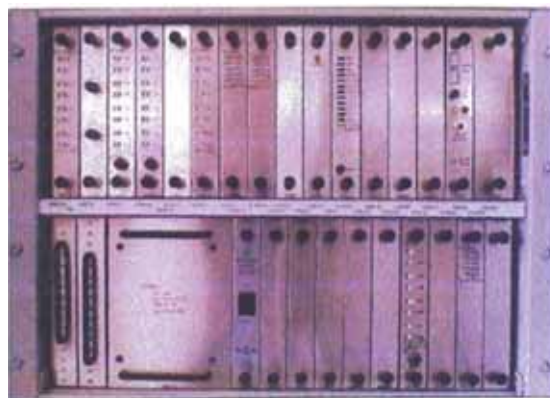

Figura III.3
Este relé (Ver figura III 3) puede ser utilizado en la mayoría de líneas de transmisión como por ejemplo líneas cortas o largas, líneas compensadas o sin compensar, simples o dobles, etc.
- Tiene su módulo de prueba, que consiste en unas entradas donde se inserta el peine de pruebas, previo retiro de los peines fijos (Ver figura III.3)